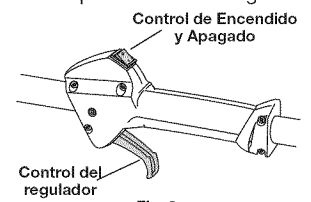

Fig. 8
NOTA: No hay necesidad de arrancar la unidad. El control de Encendido/Apagado está en la posición ENCENDIDO (I) en todo momento (Fig. 8).
- Presione y mantenga oprimido el interruptor de control de Encendido y Apagado en la posición APAGADO (O) hasta que el motor se detenga por completo (Fig. 8).
- Agáchese en la posición de arranque (Fig. 8). No oprima el regulador. Coloque el enchufe el arrancador eléctrico con enchufe o el Power Bit Start en la parte trasera de la unidad. Consulte la sección Operación del manual del operador del arrancador eléctrico con enchufe o del Power Bit Start.
- Oprima y mantenga oprimido el botón ON (I) del arrancador eléctrico con enchufe o del Power Bit Start equipado con taladro a intervalos no mayores de 4 segundos hasta que la unidad arranque.
- Espere y deje que la unidad funcione en marcha en vacío por unos 5 a 10 segundos. Si la unidad deja de funcionar durante este tiempo, apriete el control del regulador y, después, oprima y sostenga el botón ENCENDIDO (ON) (I) del arrancador eléctrico con enchufe o del Power Bit Start equipado con taladro a intervalos no mayores de 4 segundos hasta que la unidad arranque.